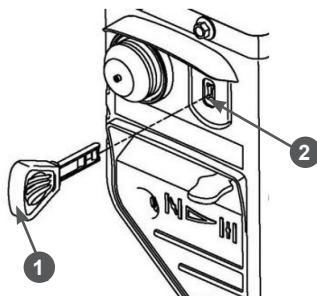

Рис. 38 Установка ключа выключателя зажигания
5. Вставьте ключ 1 в гнездо 2 выключателя зажигания (Рис. 38).
жигания (Рис. 38).
ля зажигания (Рис. 38).